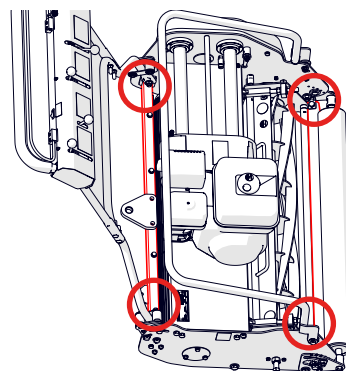

Fig.25. Verankerungspunkte für den Transport.
- Verankern Sie die Maschine mit geeigneten Zurrgurten am Boden/auf der Palette. An den vorderen und hinteren Verbindungsstangen befestigen (rot markiert in Abb. 25).